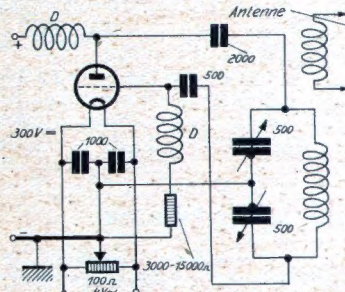

Abb. 7. Eine ebenfalls sehr empfehlenswerte Schaltung, der Colpitts. Hier wird die Rückkopplung durch den Kondensatormittelabgriff erzeugt.
2. Der Colpitts. Im Prinzip die gleiche Schaltung wie der Hartley, nur daß hier die Rückkopplung nicht durch den Spulen-, sondern durch den Kondensator-Mittelabgriff erzeugt wird (Fig. 7). Praktisch verwendet man hierzu einen der auch für Rundfunk üblichen Zweifach-Kondensatoren.